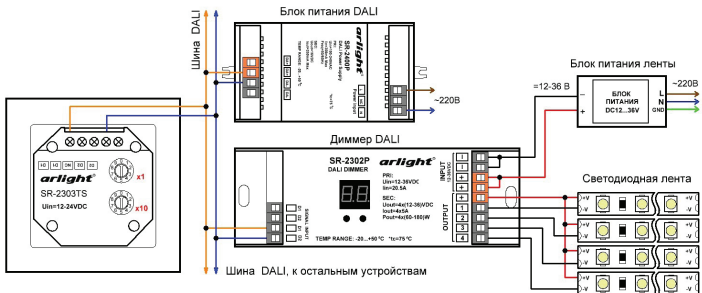

Рис.1. Подключение сенсорной панели на примере диммера SR-2302P.
- 3.2. Подключите провода от шины DALI к клеммам D1 и D2 сенсорной панели (Рис.1).